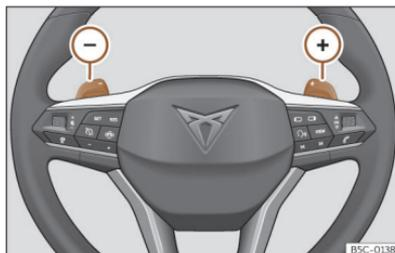

Abb. 117 Lenkrad: die Hebel für Automatikgetriebe.
- Tippen Sie die Schaltwippe (+), um einen Gang hochzuschalten >>> (**Abb. 117**).